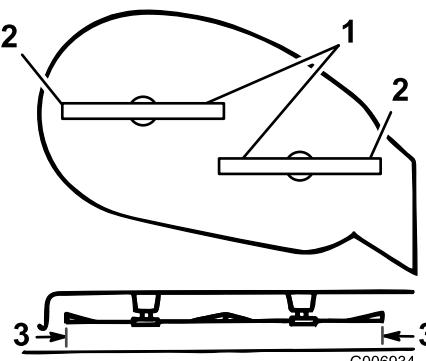

Bild 35
- Drehen Sie die Schnittmesser vorsichtig von einer Seite zur anderen (Bild 35).
6. Messen Sie den Abstand zwischen den äußeren Schnittkanten und der ebenen Oberfläche (Bild 35). Wenn beide Messwerte nicht innerhalb von 5 mm liegen, ist eine Einstellung erforderlich; fahren Sie mit diesen Schritten fort.